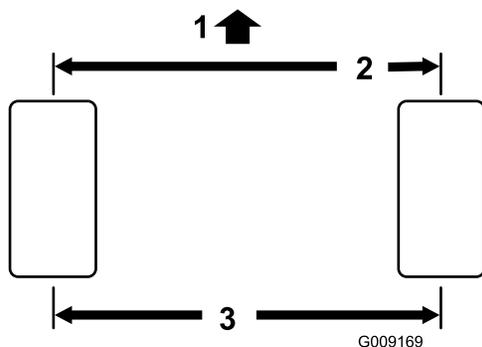

図 74
1. 後輪の前と後ろで、左右のタイヤの中央線間距離を測る（アクスルの高さ位置で計測）。前での計測が 3 mm 小さければ正常である（図 74）。